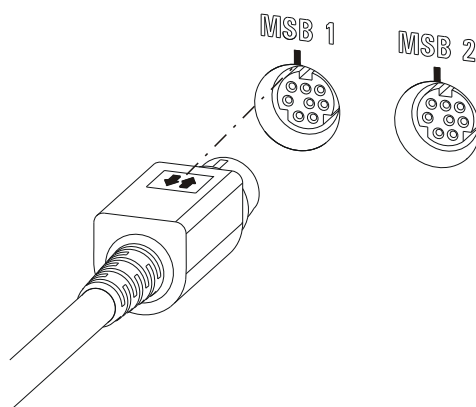

Abbildung 5 MSB-Anschluss
- Achten Sie beim Anschliessen darauf, dass der flache, mit Pfeilen markierte Teil des MSB-Steckers in Richtung der Markierung am MSB-Anschluss zeigt (siehe Abbildung 5, Seite 15).